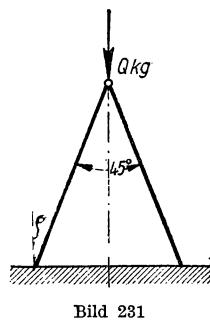

Bild 231
- 356.** Eine Stehleiter, nach Bild 231 unter 45° auseinander gespreizt, ist oben mit $Q \text{ kg}$ belastet. Wie groß muß die Reibungszahl für die Reibung zwischen Leiter und Fußboden mindestens sein, damit die Leiterhälften nicht auseinandergleiten?